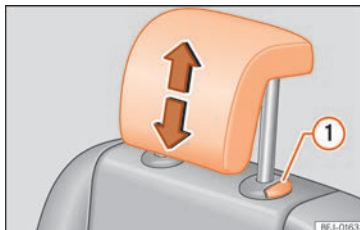

Fig. 110 Desmontagem dos encostos de cabeça traseiros: segunda fila de bancos.
- Retire totalmente o encosto de cabeça ao mesmo tempo que pressiona o botão » Fig. 110 ①.